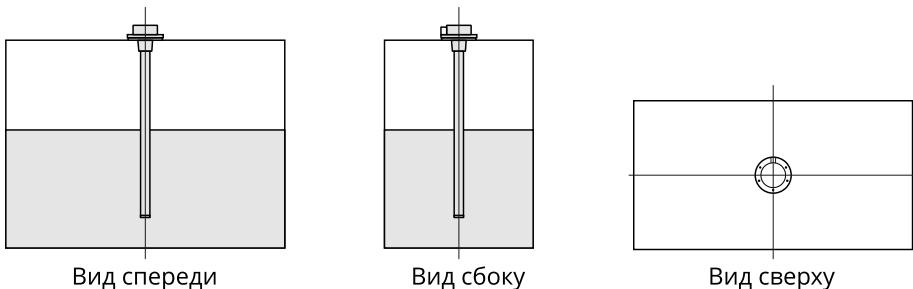

Рис.4. Рекомендованный вариант установки датчика в бак
- рекомендуется устанавливать датчик максимально близко к центру бака (Рис.4):